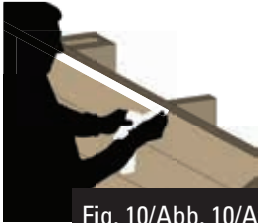

Fig. 10/Abb. 10/Afb. 10
- Kleben Sie das doppelseitige Klebeband, Paneel nach Paneel, auf, indem Sie es am oberen Teil der oberen Bretter ausrichten (Abb. 10). Wenn das Holz ein wenig feucht oder staubig ist, können Sie es mit Sandpapier glätten, um das Anhaften zu erleichtern.